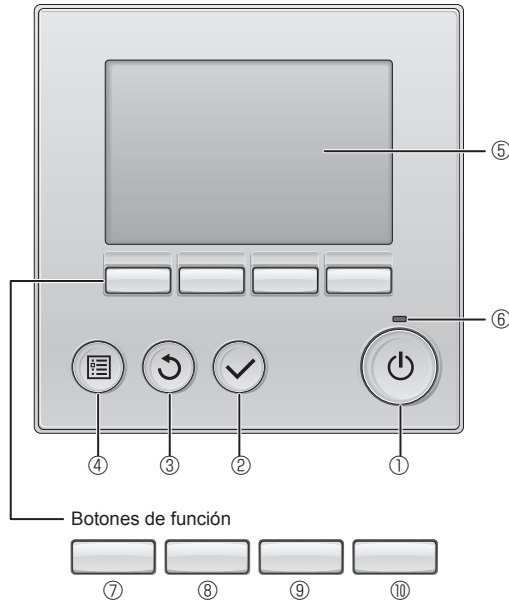

Fig. 6-1
6.2.1. Al usar el mando a distancia con cable (Fig. 6-1)
① Botón [ENCENDIDO/APAGADO]